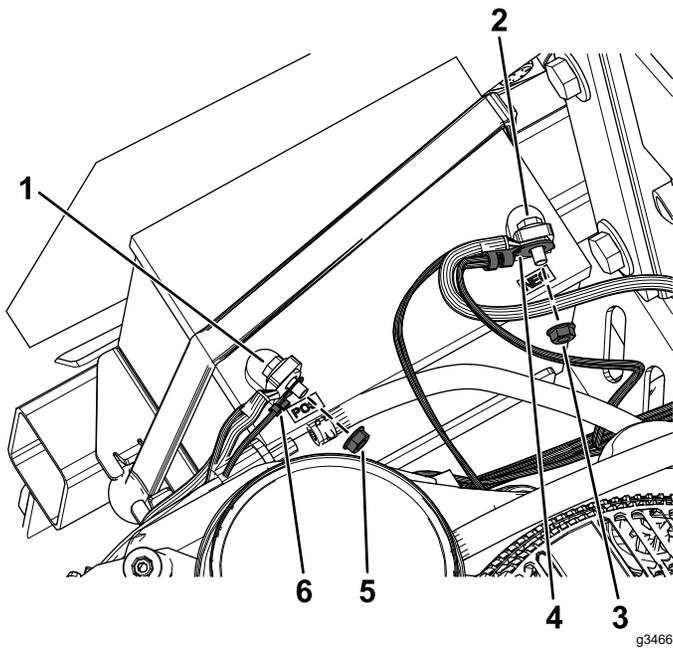

Figura 17
5. Retire la tuerca del borne positivo de la batería e instale el terminal de anillo positivo del arnés de cables del kit en el perno (Figura 17).
6. Sujete el terminal de anillo positivo usando la tuerca que retiró anteriormente (Figura 17).
8. Retire la tuerca del borne negativo de la batería e instale el terminal de anillo negativo del arnés de cables del kit en el perno (Figura 17).
9. Sujete el terminal de anillo negativo usando la tuerca que retiró anteriormente (Figura 17).